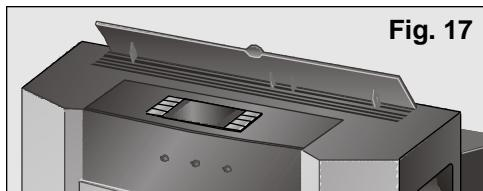

Fig. 17
- Levez l'orientateur d'air situé dans la partie supérieure de l'appareil, **Fig. 17**.